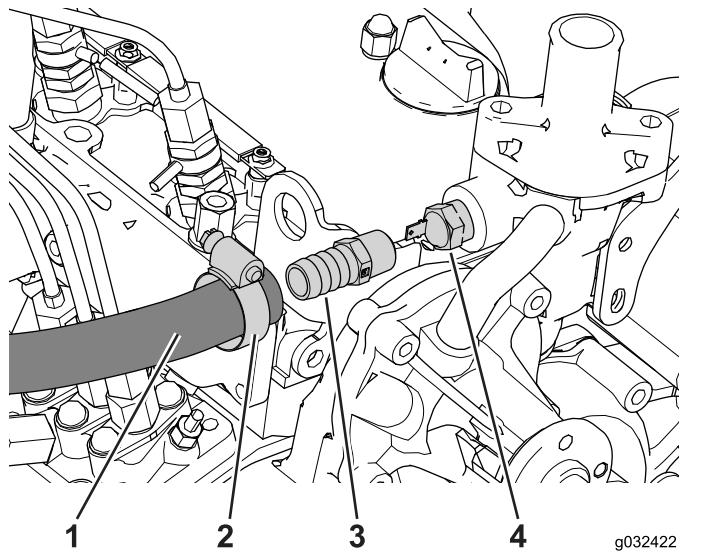

Bild 20
6. Schieben Sie die Schlauchklemme auf das Schlauchende (Bild 20).
7. Stecken Sie den Schlauch auf das gerade Anschlussstück und befestigen ihn mit der Schlauchklemme (1/2" x 1 1/4"), wie in Bild 20 abgebildet.
2. Schließen Sie den Temperatursensor ab und entfernen ihn (Bild 20).